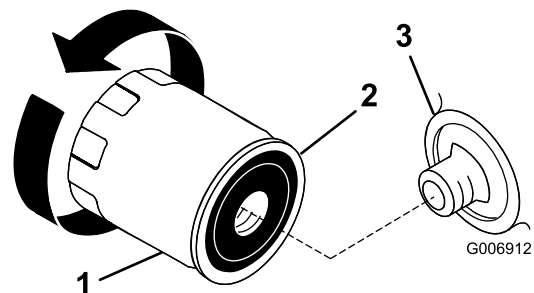

Bild 20
2. Entfernen Sie den alten Ölfilter und wischen Sie die Oberfläche der Filterzwischenstückdichtung (Bild 20) ab.
3. Schmieren Sie die Gummidichtung am neuen Ölfilter (Bild 20) mit etwas Frischöl ein.
5. Drehen Sie den Ölfilter nach rechts, bis die Gummidichtung das Filterzwischenstück berührt. Ziehen Sie es dann um eine weitere 1/2 bis 3/4 Umdrehung fester (Bild 20).